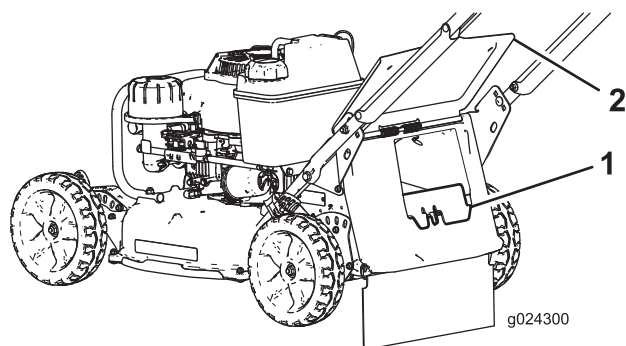

Figure 19
- Si l'obturateur d'éjection arrière n'est pas en place, saisissez-le par la poignée, soulevez le volet arrière, et insérez-le dans la goulotte d'éjection arrière jusqu'à ce que le verrou s'enclenche ; voir Figure 19.
1. Volet arrière 3. Cran (2)
2. Extrémité de la tige du bac (2)
3. Déposez l'obturateur d'éjection arrière en appuyant sur le verrou avec le pouce et en tirant sur l'obturateur pour le sortir de la machine (Figure 19).